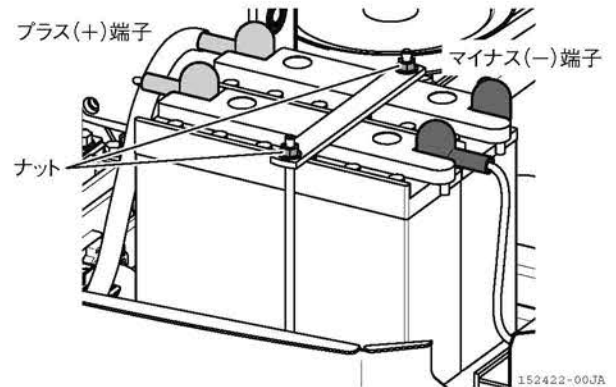

図 4-48
1. マイナス (-) 端子を外し、プラス (+) 端子を外します。(図 4-48)
2. バッテリー押さえのナット (2 個) を外します。(図 4-48)